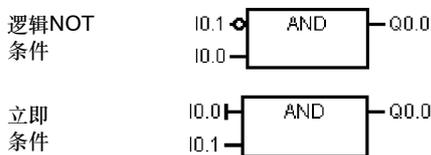

图5-5 FBD惯例
- 反向圈：操作数或者能流的负逻辑或者反向输入表示为在输入端加一个小圆圈。在图5-5中，Q0.0等于I0.0的非和I0.1与的结果。反向圈仅用于能够作为参数或能流的布尔信号。
- 立即输入：如图5-5中所示，在FBD编辑器中，用在FBD指令输入端加一条垂直线的方法来表示布尔操作数的立即输入。立即输入直接从物理输入点上读取数据。立即操作数只能用物理输入点。